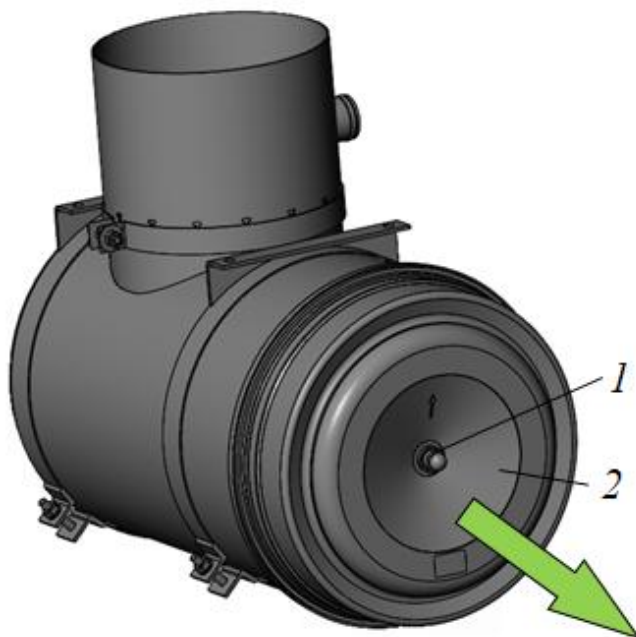

Рисунок 5.25. Корпус воздушного фильтра
- Открутить гайку крепления 1 на крышке корпуса фильтра 2, рис. 5.25.
- ▶ Снять крышку воздушного фильтра 2 в направлении, указанном стрелкой, рис. 5.25.
- ▶ Установить крышку на корпус фильтра в направлении, противоположном стрелке, см. рис. 5.25.
- ▶ Закрутить гайку крепления 1 на крышке корпуса фильтра 2, рис. 5.25.